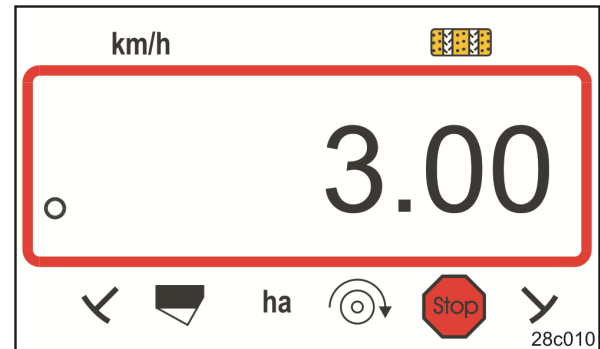

Fig. 15
- Visning: lagret arbeidsbredde [m], f.eks. 3,0 m (Fig. 15).